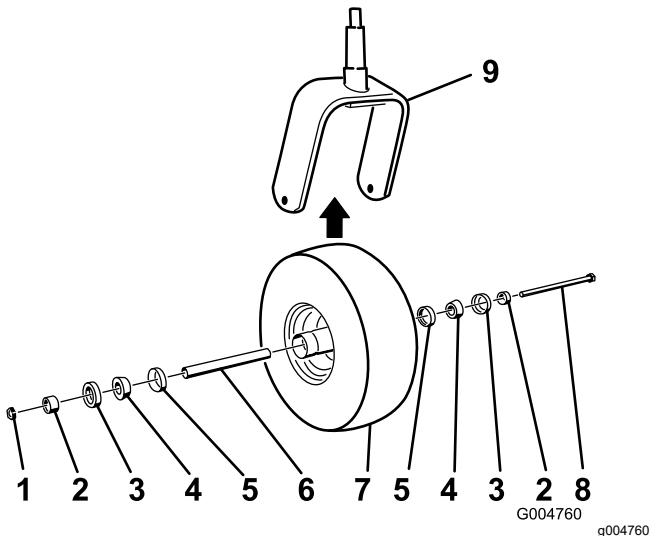

Figura 43
5. Ensamble la rueda giratoria presionando los cojinetes cónicos y las juntas, llenos de grasa, sobre el cubo de la rueda, según se muestra en la Figura 43.
2. Retire la contratuerca del perno (Figura 43).